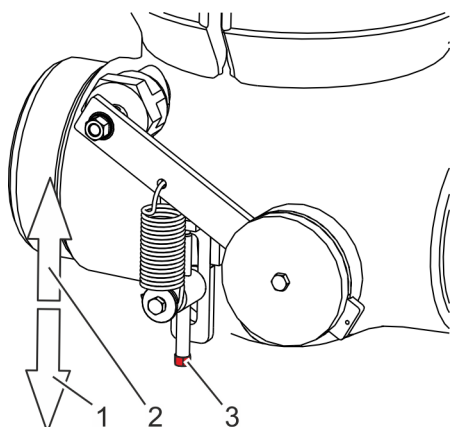

Fig. 47: Réglage de la précontrainte du ressort
26. ▶ Actionner la vis de réglage (Voir la Fig. 47/3) :
- Desserrer la vis de réglage (tourner vers l'intérieur (Voir la Fig. 47/1)) : réduction de l'aide à la fermeture (précontrainte du ressort plus faible)
- Serrer la vis de réglage (tourner vers l'extérieur (Voir la Fig. 47/1)) : augmentation de l'aide à la fermeture (précontrainte du ressort plus forte)